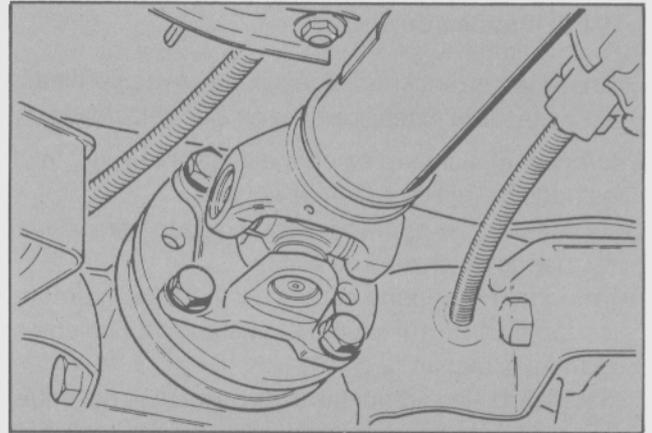

Fig. 7 - Tornillos de sujeción del árbol de transmisión a la brida del piñón.
- Retirar los cuatro tornillos de fijación de la junta universal a la brida del piñón y dejar colgando el tramo trasero del eje (Fig. 7).